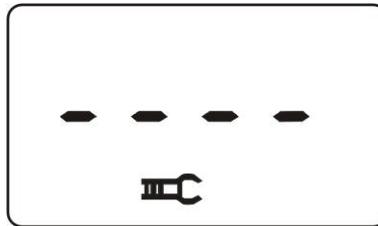
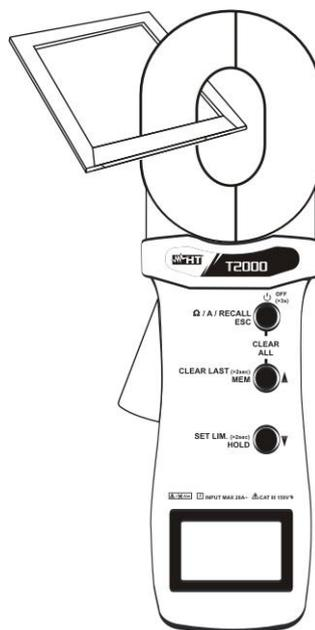

Fig. 7
Fig. 8: Medição de resistências do circuito de teste
3. Abrir o toroide (no display será apresentado o ecrã da Fig. 7) e inserir o anel de teste fornecido (ver a Fig. 8).
3. Abrir o toroide (no display será apresentado o ecrã da Fig. 7) e inserir o dispersor a medir e ler o resultado no display.